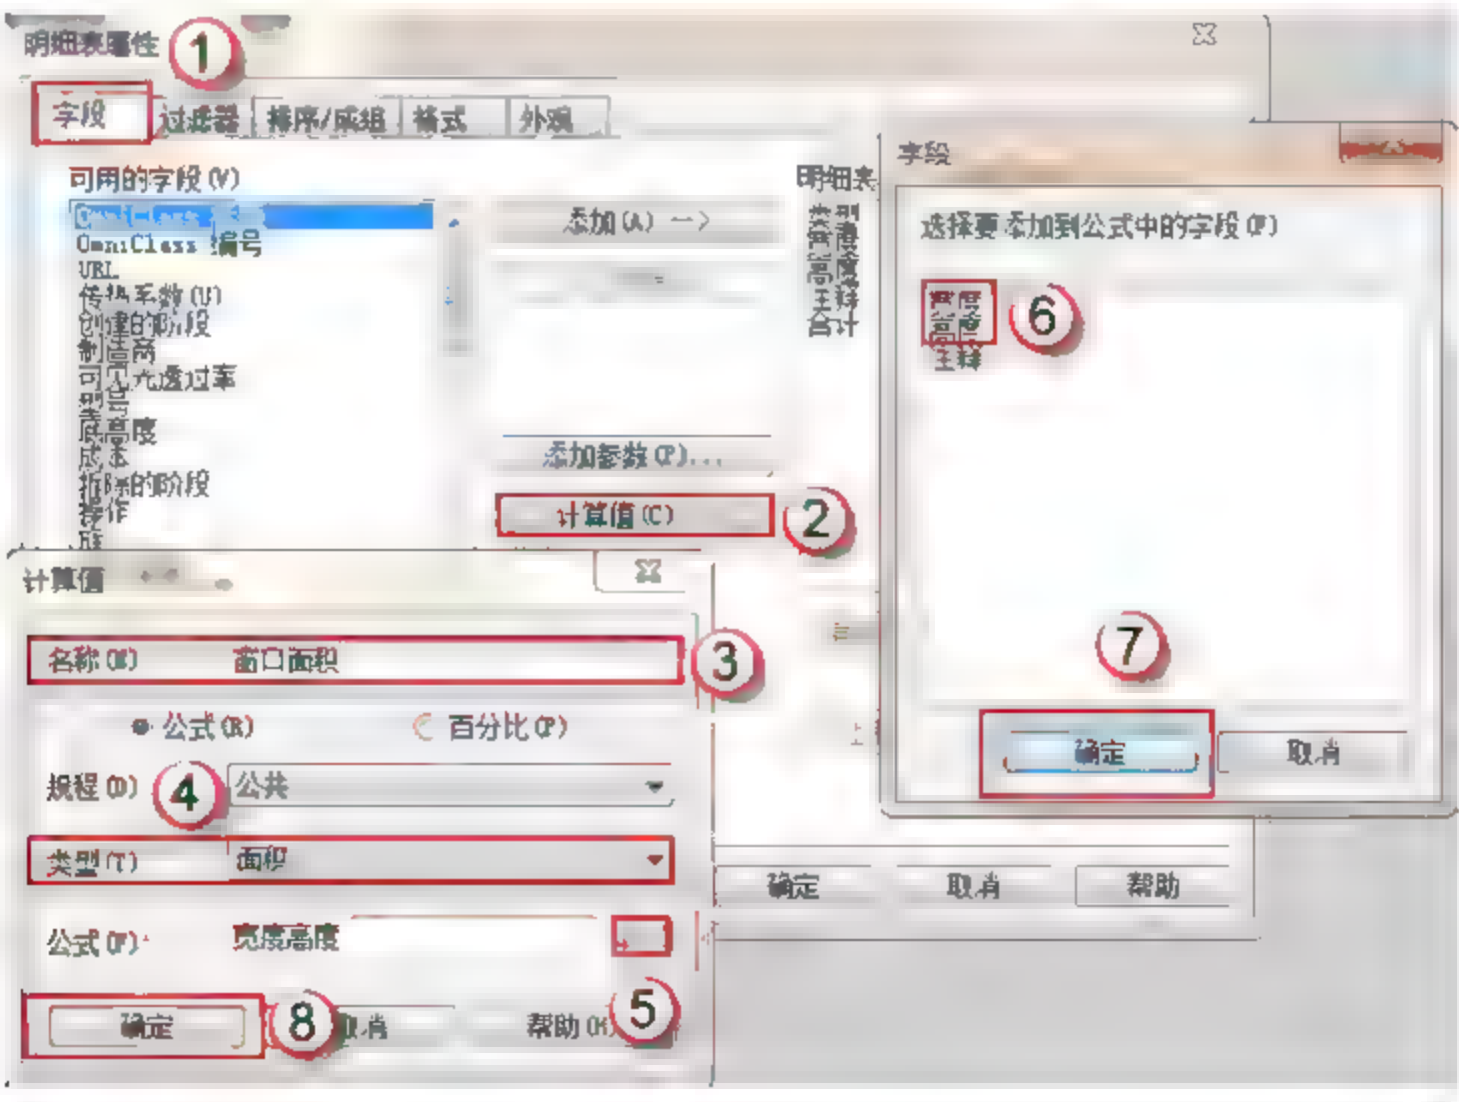

图 13.3.15 添加公式
(4) 添加公式。打开“食堂-窗明细表”的“明细表属性”对话框并切换至“字段”选项卡。单击“计算值”按钮，弹出“计算值”对话框，输入字段名称为“窗口面积”，设置字段“类型”为“面积”，单击“公式”后的“...”按钮，打开“字段”对话框，选择“宽度”及“高度”字段，形成“宽度\*高度”公式，然后单击“确定”按钮，返回“计算值”对话框，修改“窗口面积”字段位于列表最下方，单击“确定”按钮，返回明细表视图，如图 13.3.15 所示。